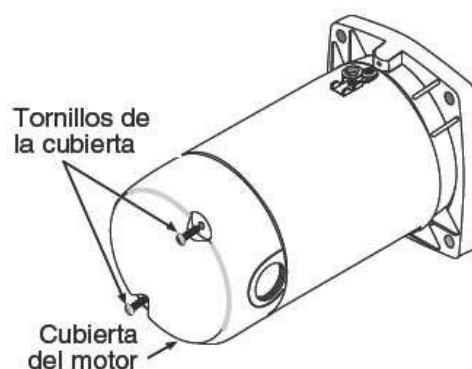

Figura 3 - Remoción de la cubierta del motor
- ☐ Si la fuente de alimentación es de 115 voltios, retire la tapa de extremo del motor (Figura 3)